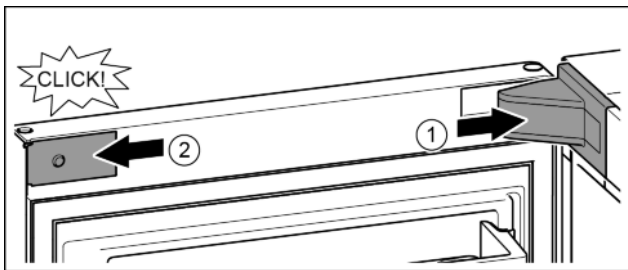

Fig. 22
- ▶ Nasadíte kryt ložiskovej konzoly a zaistíte, príp. opatrne rozlačíte. Fig. 22 (1)
- ▶ Zboku nasadíte a zaistíte kryt. Fig. 22 (2)